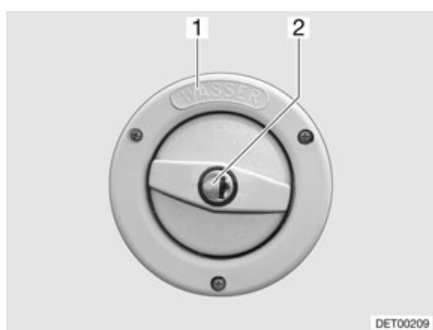

Fig. 158 Tapa de cierre para el tubo de llenado de agua potable
El tubo de llenado de agua potable está identificado con el rótulo "WASSER" (agua) (Fig. 158,1). La tapa de cierre se abre y cierra con la llave para las cerraduras de trampilla exteriores.
- Introducir la llave en el cilindro de cierre (Fig. 158,2) y girarla un cuarto de vuelta en sentido contrario a las agujas del reloj.
- Abrir el tubo de llenado de agua potable (Fig. 158).